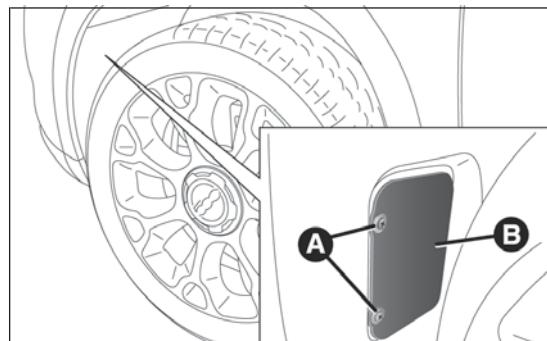

fig. 179
- svitare le viti A fig. 179 e rimuovere lo sportello B;